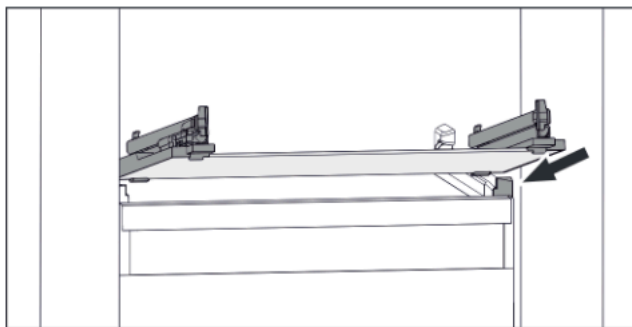

Fig. 99 Rappresentazione esemplificativa del ripiano in vetro
- ▶ Applicare il ripiano in vetro obliquamente dietro i fermi. (vedere Fig. 99)